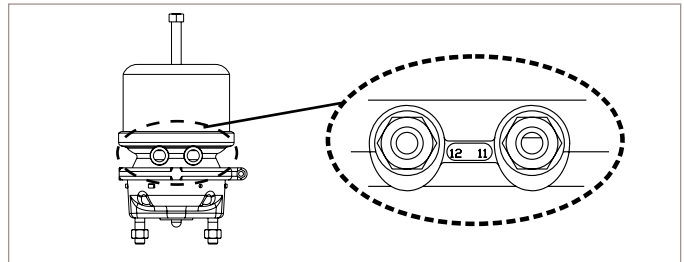

FIGURE 45 - DÉSIGNATIONS DES ORIFICES
5.4.4 Expulser l'air des récepteurs de frein à l'aide de la soupape de commande d'air du tableau de bord. Alors que la pression d'air est expulsée du système, débrancher les tuyaux d'air du récepteur de frein. Tout en soutenant le récepteur de frein en position, déposer et jeter les écrous de montage du récepteur de frein (Figure 45, flèche « B »). Déposer le récepteur de frein.